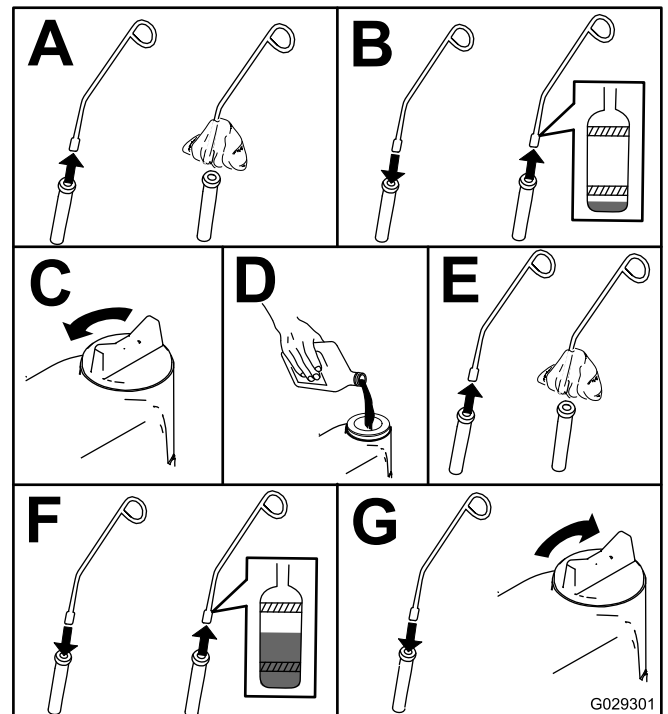

Bild 44
5. Prüfen Sie den Ölstand und füllen Sie ggf. Öl auf (Bild 44).